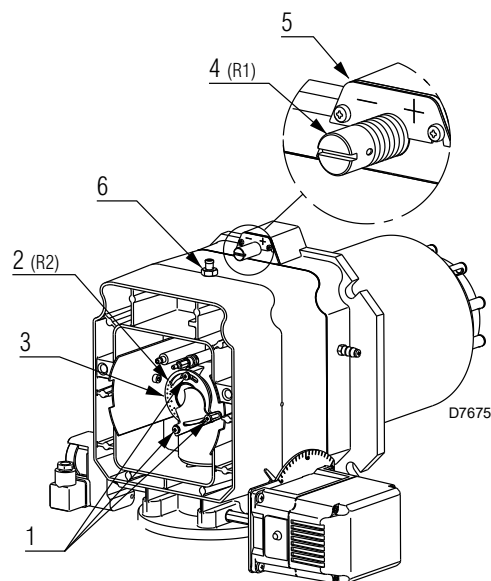
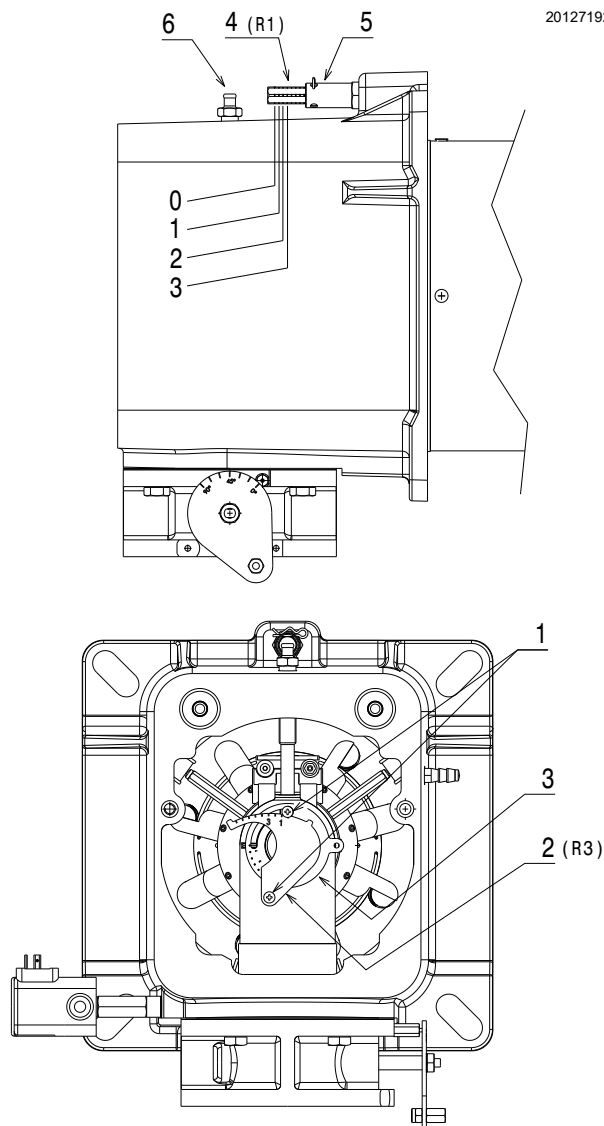

Рис. 18
Рис. 19
- Поверните винт 4) (Рис. 18 - Рис. 19) так, чтобы полученная метка совпала с передней поверхностью 5) фитинга.
- Отверните 2 винта 1) (Рис. 18) и поверните круглую гайку 2) так, чтобы открывшаяся метка совпала с винтом 1).